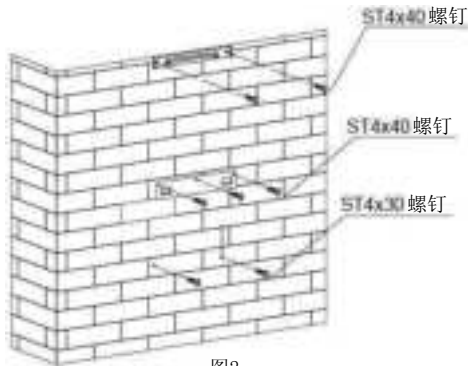

图2
3. 确定安装高度后，在合适位置钻7个直径 $\phi 8$ 的孔，然后将附带的塑料膨胀管插入孔中。用 3 颗ST4x40螺钉将机体挂钩固定在墙上并保持对齐。用 2 颗ST4x40 螺钉将下装饰罩挂钩安装在墙上。下装饰罩挂钩的固定位置为上装饰罩的最高处，详见图2。